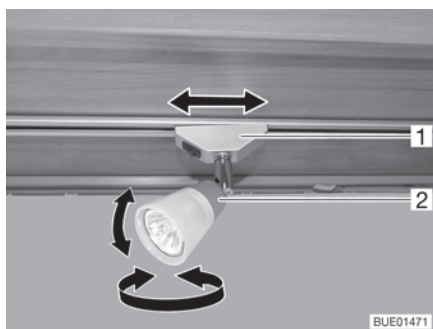

Fig. 53 Foco
Girar el foco: ■ Girar la carcasa (Fig. 53,2) del foco en la dirección deseada.
- Girar el soporte (Fig. 53,1) aprox. 45°.
- Girar el soporte (Fig. 53,1) 90°.